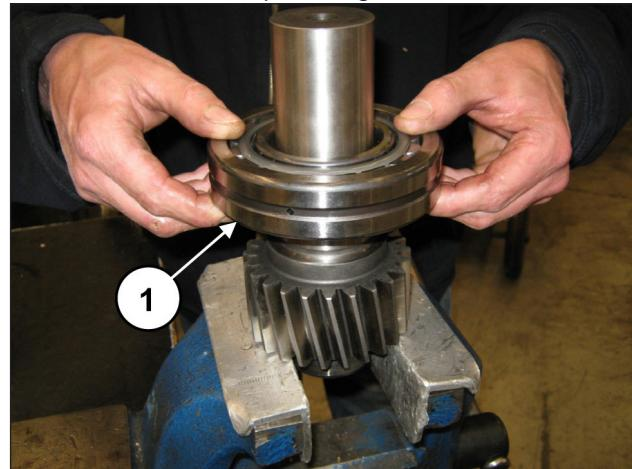
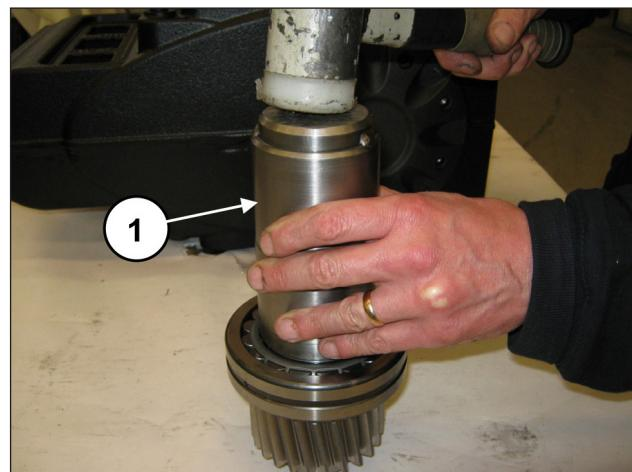

Fig. 83
Fig. 84
Dall'altro lato del pignone premontare il cuscinetto 55x120x29 (pos. ①, Fig. 83) posizionandolo fino a battuta utilizzando l'attrezzo cod. 27604800 (pos. ①, Fig. 84).